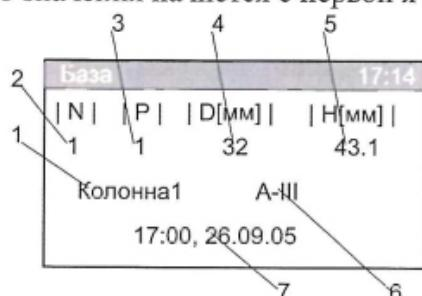

Рисунок 13. Просмотр базы.
- Для просмотра записанных значений выбрать курсором строку «Просмотр» см. п. 5.2. и нажать кнопку «→» появится окно просмотра рис. 13. Просмотр начинается с последнего записанного значения. Для просмотра предыдущих измерений нажать кнопку «↓» для возврата к более ранним записям нажать кнопку «↑». Для выхода из режима просмотра нажать кнопку «←». Записываемых значений может быть сто. По достижению сотого записанного показания запись следующего измеренного значения начнется с первой ячейки.